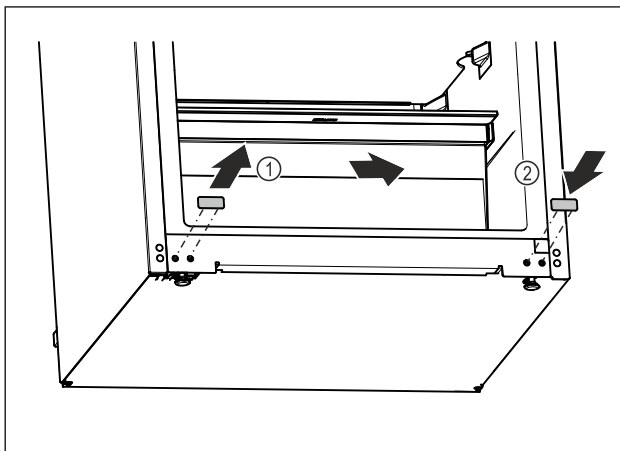

Fig. 21
- ▶ Izvlecite pokrivni čep. Fig. 21 (1)
- ▶ Pokrivni čep vstavite na nasprotni strani. Fig. 21 (2)